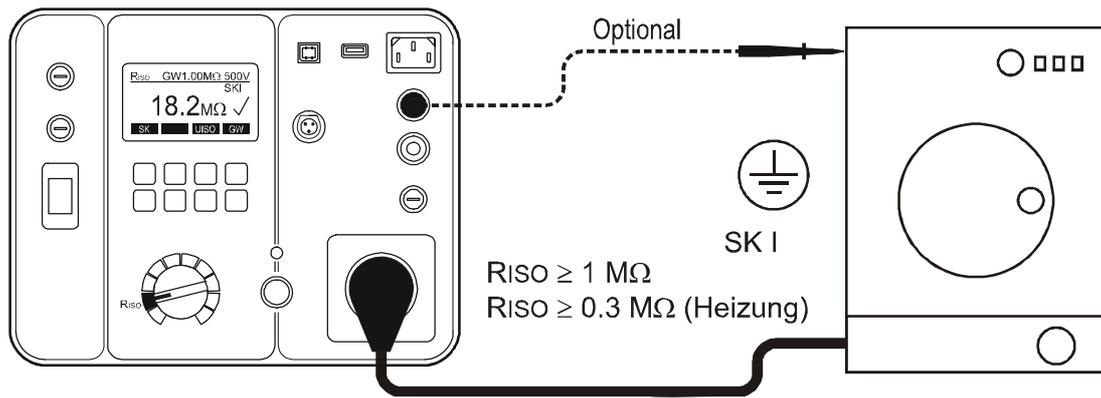

Abb. 9: Anschluss für die Isolationswiderstandsmessung bei einem Prüfling der Schutzklasse I
- Verbinden Sie den Prüfling und die Messleitung entsprechend der Abbildung 9, 10 oder 11.